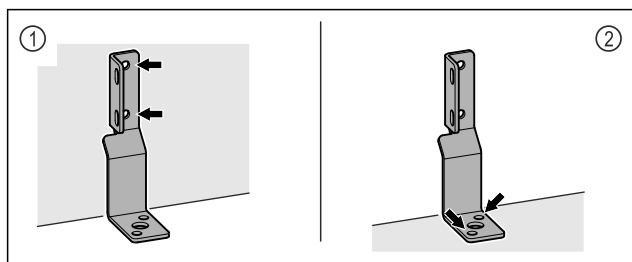

Fig. 6
- ▶ Pričvrstite kutnike na zid Fig. 6 (1) ili pod Fig. 6 (2).